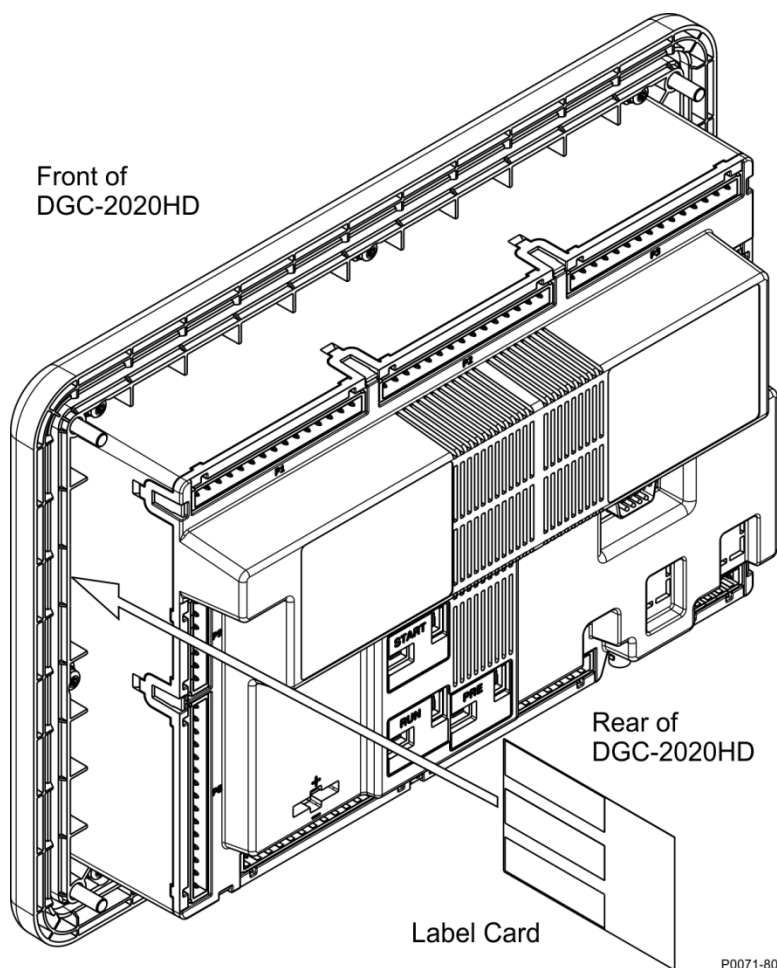

Figure 1-3. Emplacement du logement de la carte étiquette
5. Saisissez la carte étiquette et retirez-la. La carte étiquette est située à l'arrière du DGC-2020HD (voir la Figure 1-3). Lorsque vous faites face à l'arrière du panneau, la carte étiquette se trouve à gauche.